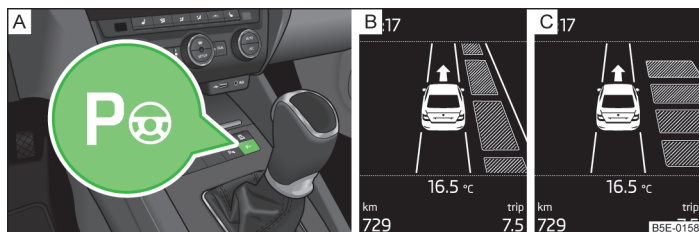

Fig. 131 Tasti del sistema / Visualizzazione sul display
Se il sistema è stato attivato, nel tasto si accenderà la spia di controllo  » fig. 131 a pagina 151 - .
- Premere **una sola volta** il tasto con il simbolo » fig. 131.
Sul display informativo appare il seguente messaggio » fig. 131 -
- Premere **due volte** il tasto con il simbolo » fig. 131.
- Premere **una sola volta** il tasto con il simbolo » fig. 131 a pagina 151.